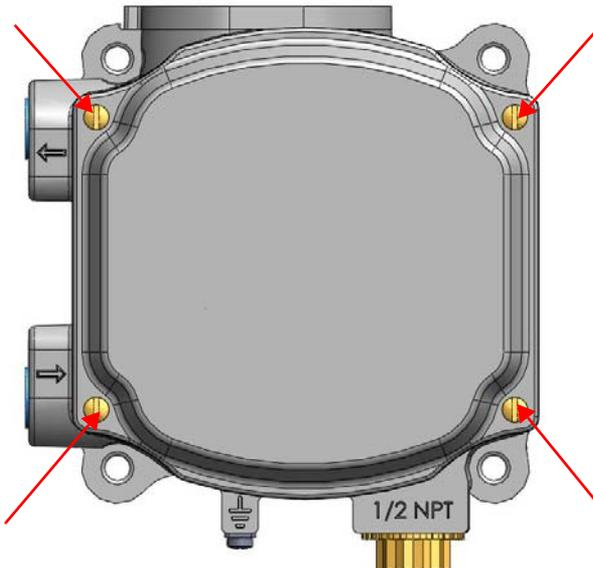

Abbildung 18 Frontabdeckung
1. Lösen Sie die vier (4) Deckelschrauben und nehmen Sie die SVi1000 Abdeckung ab (Abbildung 18).